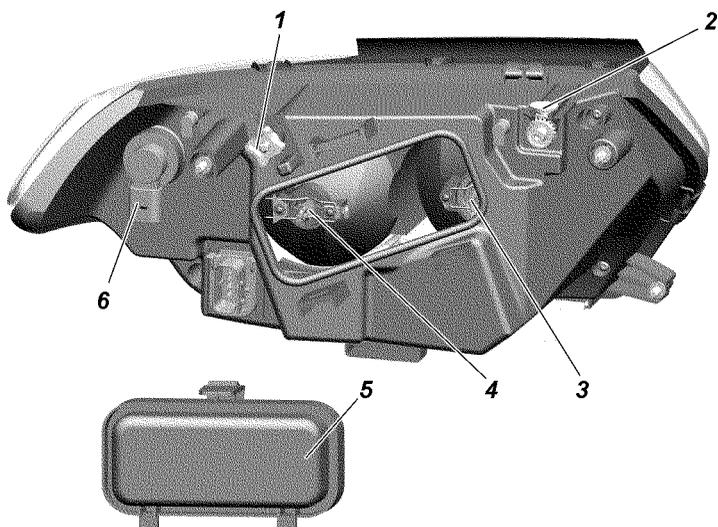

Рис. 9.33. Фара:
3. Включите ближний свет фар и, поочередно закрывая каждую фару, вращением регулировочного винта 1 (рис. 9.33) и регулировочной шестерни 2 добейтесь, чтобы светотеневая граница слева от точек E и E' совпала с линией 1, а справа - с линиями 2 и 2' для левой и правой фар соответственно.
**Замена ламп фар.** Для замены лампы указателей поворота снимите колодку с патрона 6 ( рис. 9.33), поверните патрон по часовой стрелке (для правой фары) или против часовой стрелки (для левой фары) и выньте патрон в сборе с лампой.